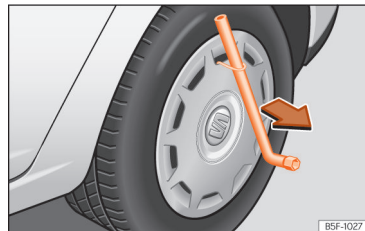

Abb. 185 Die Radvollblende vom Rad abnehmen.
- Radschlüssel durch den Drahtbügel schieben, am Reifen abstützen und Radvollblende abziehen »» (Abb. 185).